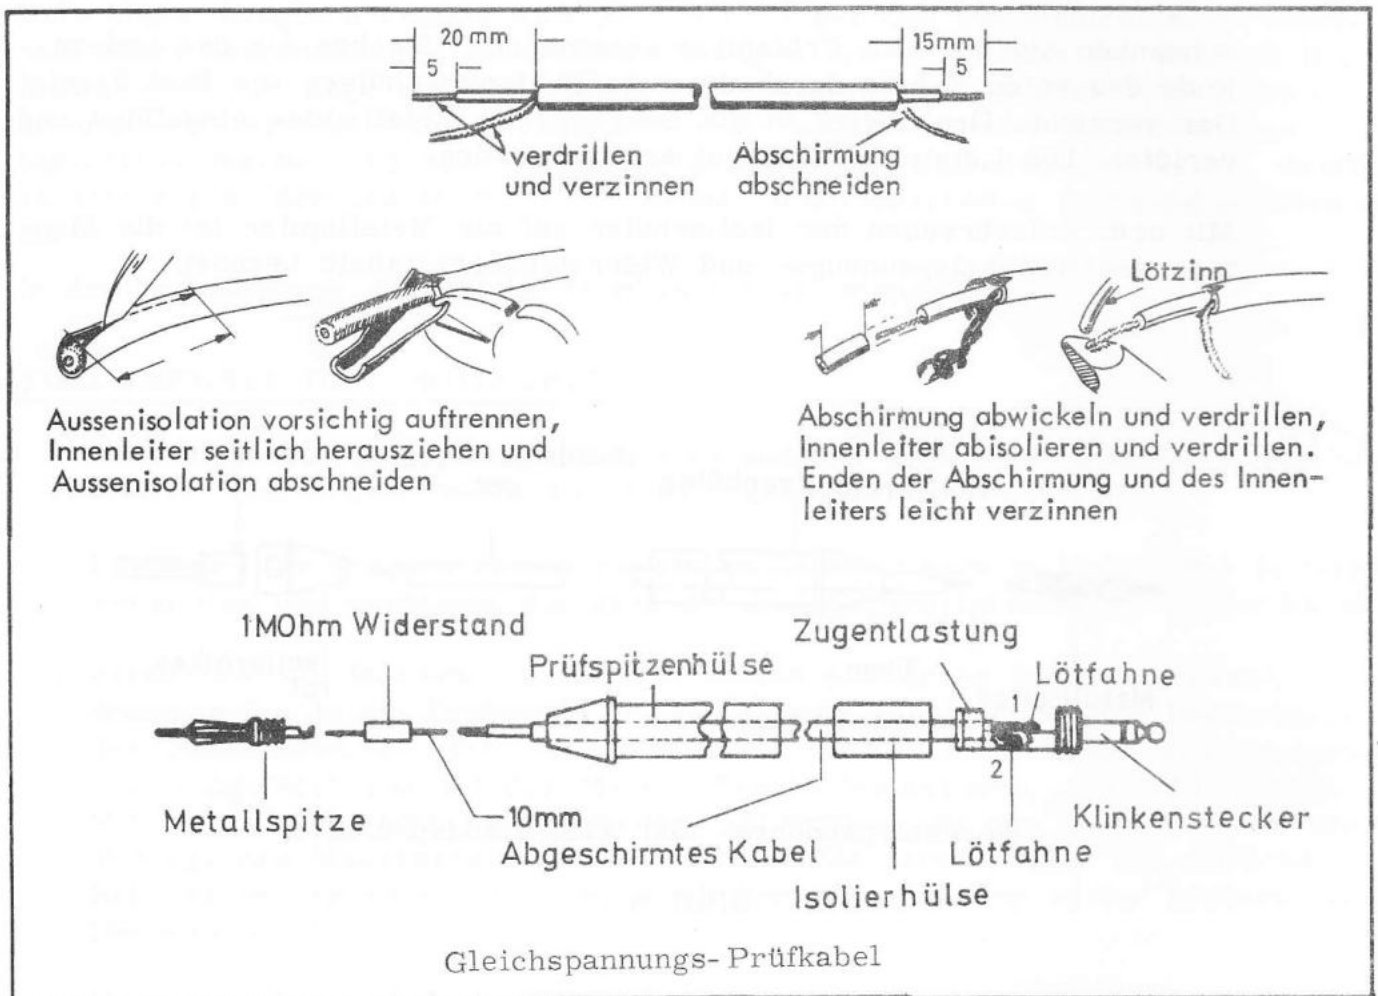

BILD 9
Die folgenden Schritte werden in Bild 9 erläutert.
- ( ) Schrauben Sie die Isolierhülse vom Klinkenstecker. Ueberprüfen Sie die Lötflammen im Klinkenstecker auf festen Sitz und verzinnen Sie diese. Verbinden Sie den Innenleiter mit Lötflamme 1 und das Abschirmgeflecht mit Lötflamme 2 des Klinkenstreckers, wie in Bild 9 gezeigt. Biegen Sie die Zugentlastung vorsichtig auf die Aussenisolation des abgeschirmten Kabels. Schieben Sie jetzt die Prüfspitzenhülse über das abgeschirmte Kabel und verschrauben sie mit dem Klinkenstecker.